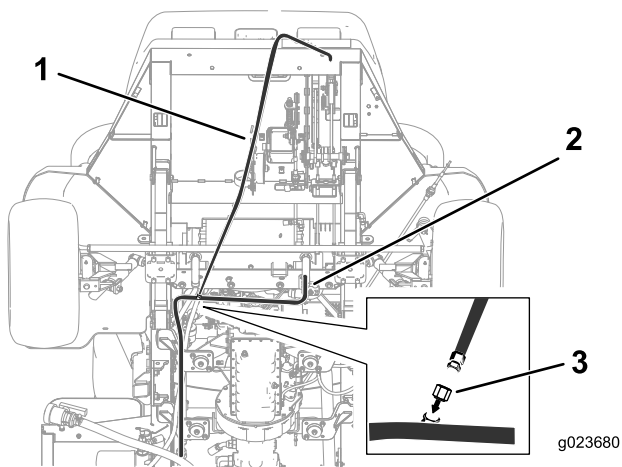

図 2
3. チューブ・アセンブリから油圧ホースを外し、バルブの口に油圧フィッティングキャップを取り付ける（図 2）。